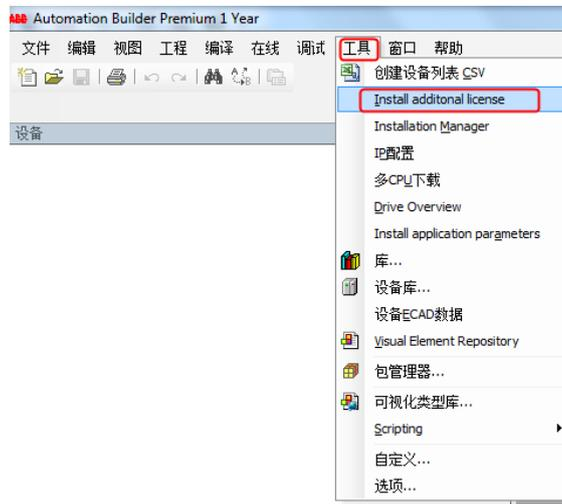

图 40. 安装授权
3. 在工具，选择“Install additional license”，如图 40 所示。